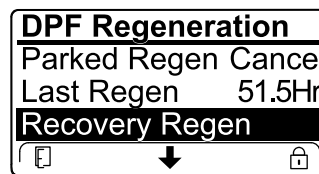

Figura 82
- În cazul în care computerul motorului nu a solicitat o regenerare de recuperare i derulai în jos la opțiunea RECOVERY REGEN (Regenerare de recuperare), regenerarea de recuperare se blochează i pictograma de blocare (Figura 82) apare în colul dreapta jos al InfoCenter.